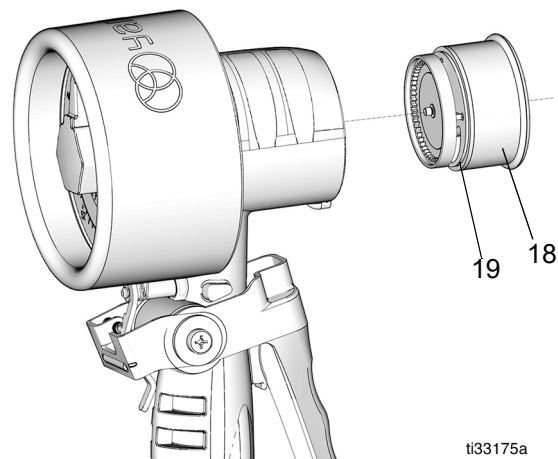

図 6
4. パッキン (18) およびピストンキット (19) を取り外します。ピストンキットが張り付いた場合は、ハウジングを平らな表面に軽く叩きつけて緩めます(図 6)。